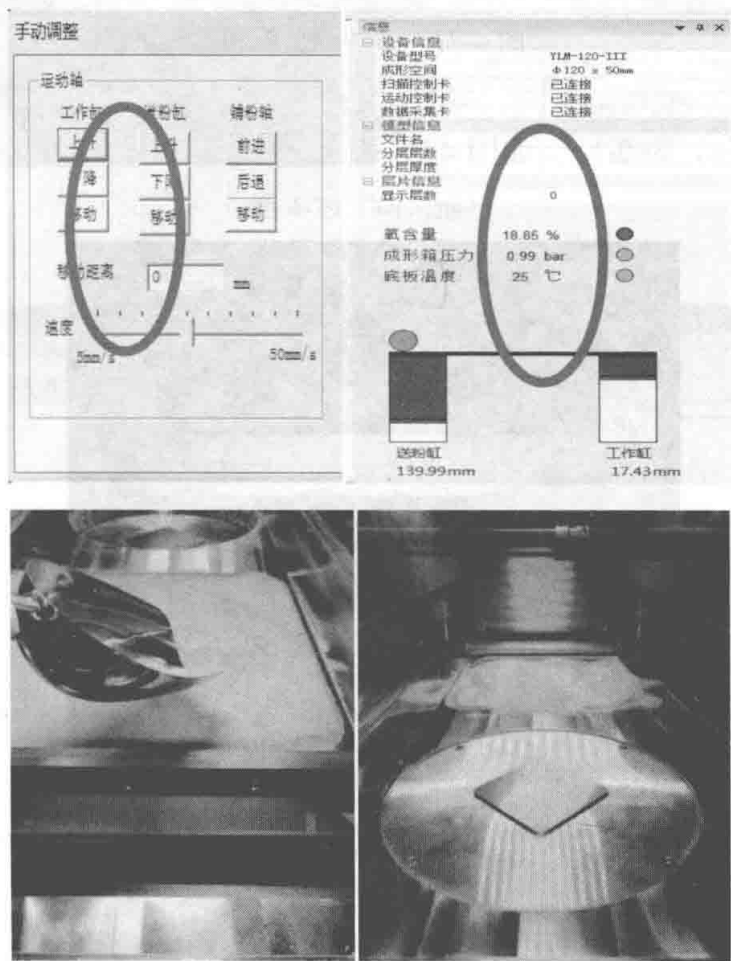

图 4-76 填装粉末
(5) 安装刮板内橡胶条，确保胶条两端留出半圆间隙，同时保证橡胶条均匀受力且平整，之后将刮板安装到机器上，如图 4-76 所示。
(6) 安装机器前后粉末回收瓶，安装好之后确保瓶口连接阀门处于开启状态。
(7) 填装粉末，先计算送粉缸需要的深度，计算公式为：深度 = 分层层数 × 分层厚度 × 铺粉系数 + 20。通过软件下降送粉缸到计算所得的深度，然后把送粉缸填满粉末。